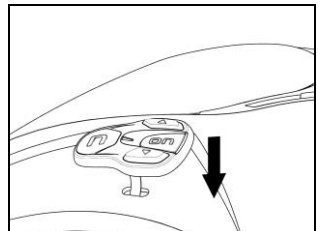

Fig. 26
- Far passare il cavo della tastiera all'interno del foro presente sulla calotta esterna (Fig. 26).